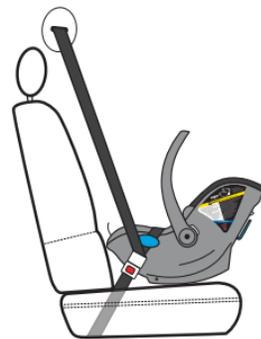

Figure 79
Si vous ne parvenez toujours pas à déplacer le porte-bébé de manière à ce que la ligne de référence bleue soit parallèle au sol, retirez la ceinture de sécurité du véhicule située à l'arrière du porte-bébé et laissez-la se rétracter dans une position contre l'avant du dossier du siège, comme illustré à la **Figure 79**. Déplacez ensuite le porte-bébé de sorte que la ligne de référence bleue soit parallèle au sol ou réessayez l'installation dans une autre position assise.
- N'enroulez PAS la ceinture d'épaule autour de ce porte-bébé. Laissez la ceinture d'épaule se rétracter dans une position contre l'avant du dossier du siège du véhicule, comme illustré à la **Figure 79**.